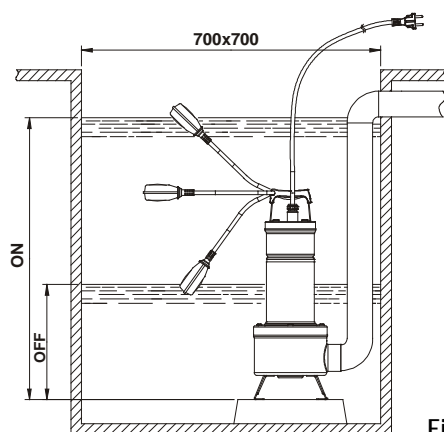

Fig.1
- 4.1 Nel caso in cui il fondo del pozzetto, dove la pompa dovrà funzionare, presentasse notevole sporcizia, è opportuno prevedere un supporto dove appoggiare la pompa al fine di evitare intasamenti (**Fig.1**)
- 4.4 Per la versione provvista di interruttore a galleggiante, accertarsi che quest'ultimo possa muoversi liberamente (VEDI PARAGRAFO REGOLAZIONE INTERRUETTORE A GALLEGGIANTE). Prevedere dei pozzetti di alloggiamento aventi dimensioni minime come indicato in Fig.1. Il pozzetto dovrà sempre essere dimensionato anche in relazione alla quantità d'acqua in arrivo ed alla portata della pompa in modo da non sottoporre il motore ad eccessivi avviamenti.